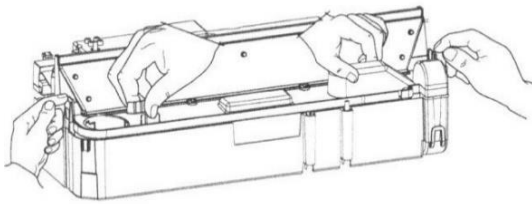

Fig 25
6. Heben Sie den Sammelbehälter vorsichtig an (Abb. 25) und achten Sie darauf, dass sie waagrecht bleibt, damit kein Wasser verschüttet wird. Setzen Sie den Sammelbehälter ein.